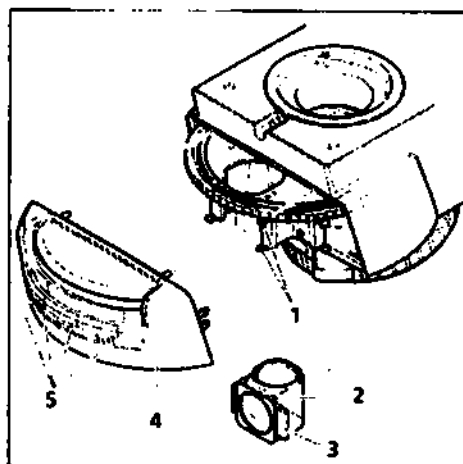

Рисунок 3-9. Замена модуля отражателя
- Снимите крышку (рисунок 3-9/4) с штатива по направлению к передней части.
- Вставьте модуль (рисунок 3-9/2), как показано на рисунке, вместе с удерживающими скобами справа и слева (рисунок 3-9/3) по диагонали из нижней части в верхние пружинные зажимы (рисунок 3-9/1) револьверной головки отражателя.
- Нанесите наклейки с датой соединения фильтра соответствующего модуля к соответствующему полю крышки (рисунок 3-9/5, положение от 1 до 4).